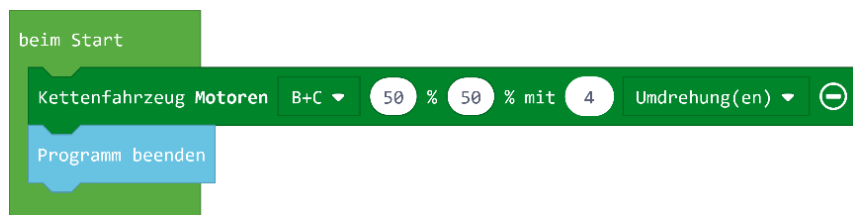

Abbildung 2: Mein erstes Programm
- a) Ziehe den Block *Kettenfahrzeug Motoren* in den Block *beim Start*. Kontrolliere an welchen Ausgängen die Motoren angeschlossen sind und wähle die passenden Buchstaben aus. Klicke auf das Pluszeichen am Ende des Blocks. Gib in das Feld, das sich öffnet, z. B. eine 4 ein. Hänge an den Block *Kettenfahrzeug Motoren* noch den Block *Programm beenden* aus dem Bereich *Stein* an. Dein Programm sollte jetzt so aussehen wie in Abbildung 2.
Mithilfe des dritten Wertes lässt sich einstellen, wie lange sich die Motoren drehen sollen. Im Beispiel aus Abbildung 2 machen die Räder vier vollständige Umdrehungen und stoppen dann. Wenn du auf den kleinen Pfeil hinter *Umdrehung(en)* klickst, kannst du als Einheit aber auch Sekunden, Millisekunden oder Grad auswählen.